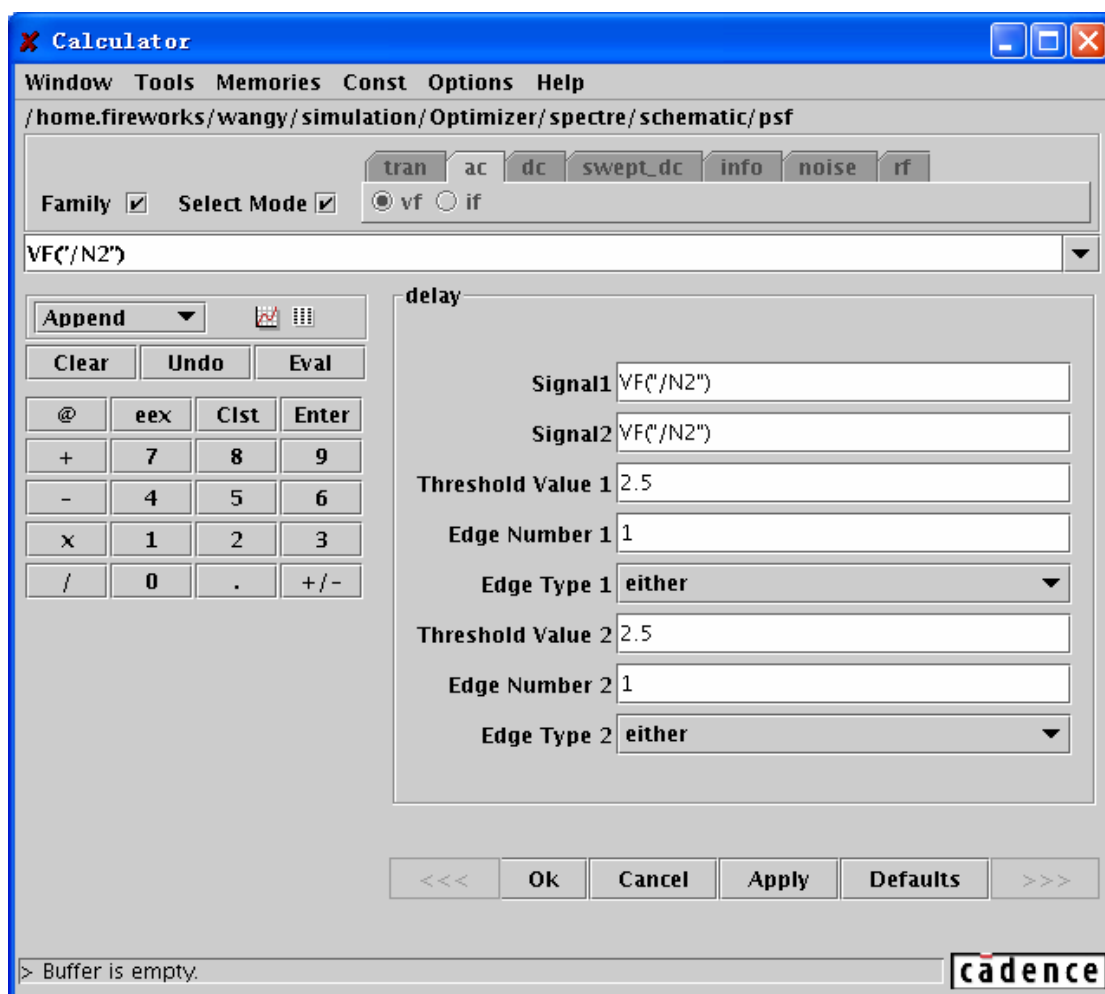

图 8.38 “delay”函数的设置
- 1) 在函数窗口中点击“delay”函数。然后函数窗口将变为如图 8.38 所示的“delay”对话框。